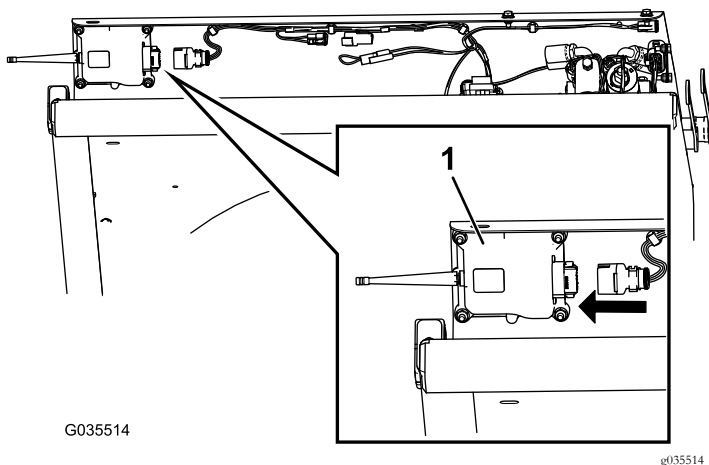

Bild 12
1. Ermitteln Sie das Ende des RF2CAN-Steuergeräts am Kabelbaum und stecken es in das RF2CAN-Steuergerät (Bild 12).